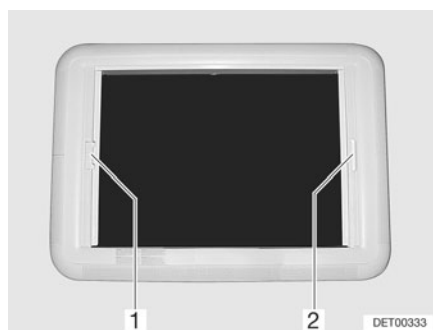

Fig. 56 Claraboya Heki, bloqueo de la persiana
- Tirar del asidero (Fig. 56,2) del estor plegable y soltarlo en la posición deseada. El estor plegable se queda fijo en esta posición.
- Tirar del asidero (Fig. 56,1) de la mosquitera enrollable hacia el asidero opuesto del estor plegable (Fig. 56,2) y hacerlos engatillar.
- Presionar el tirador de la mosquitera enrollable por la parte de atrás hacia arriba y desengancharla del estor plegable (Fig. 56,2).